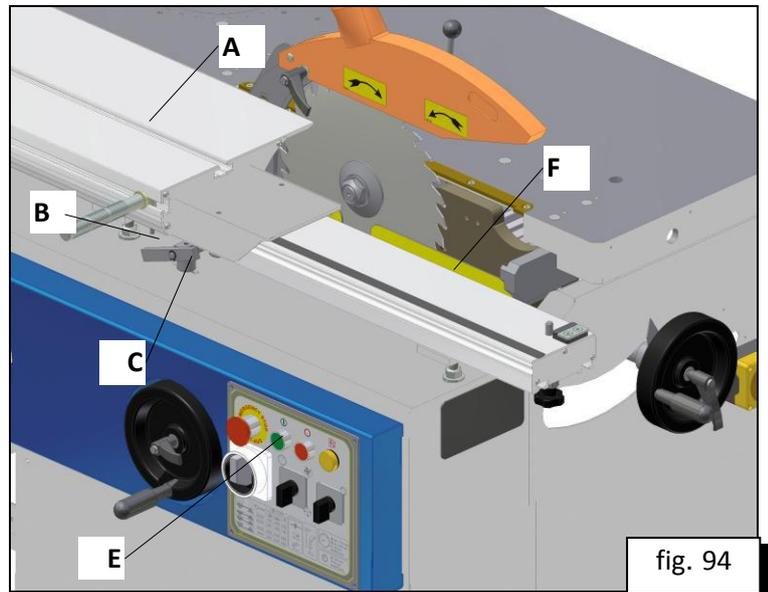

fig. 94
- Poussez de la table mobile **A** aux directions la présentation tant que la goupille **B** toucheront dans le terminateur **C** (fig. 94).